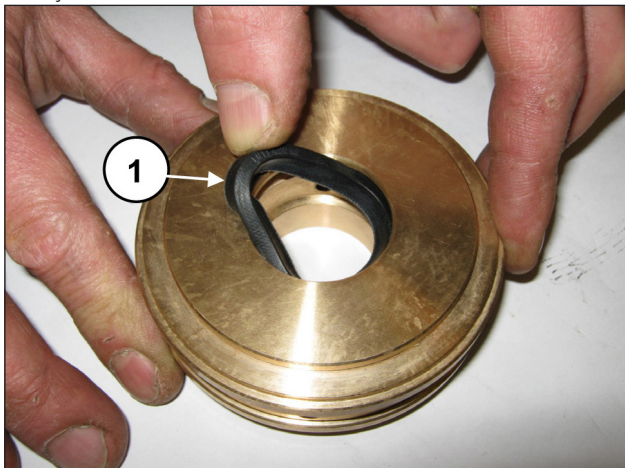

Fig. 175
Insira os forros de baixa pressão no suporte do forro (pos. ①, Fig. 175) prestando atenção para o sentido da montagem, que fornece a borda de vedação para a frente (na direção do cabeçote).